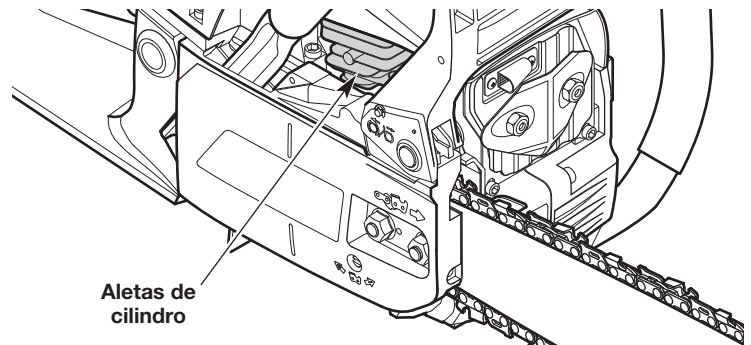

Fig. 47
4. Utilice aire comprimido, hasta 40 PSI, para extraer los desechos de las aletas del cilindro (Fig. 47). Las aletas del cilindro deben limpiarse en forma regular para reducir el riesgo de lesiones personales o daños a la unidad ocasionados por el fuego. Utilice siempre antiparras/anteojos de seguridad cuando utilice aire comprimido. No utilice agua u otros líquidos para limpiar las aletas del cilindro. Utilice un cepillo de metal pequeño para eliminar desechos rebeldes. Si aún sigue habiendo una cantidad significativa de desechos, haga que la unidad sea limpiada por un distribuidor de servicio autorizado.